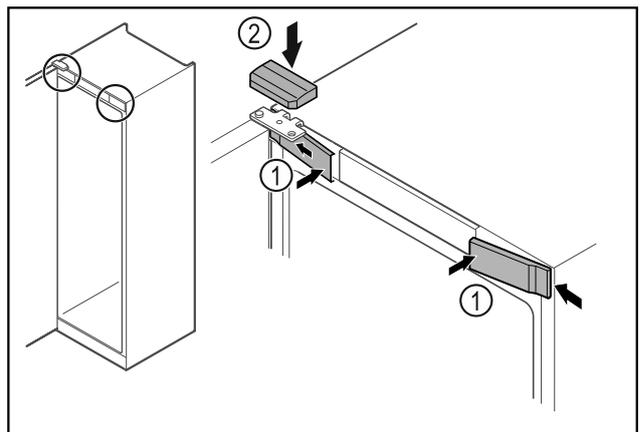

Fig. 47 *
- ▶ Accrocher les caches avant Fig. 47 (1) par les côtés et les enclencher.*
- ▶ Insérer le cache supérieur Fig. 47 (2) par le haut.*